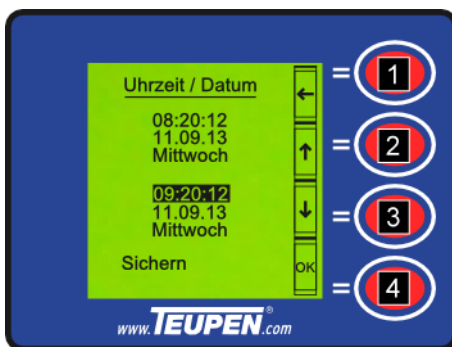

Abb. 73: Uhrzeit Setup
1. Mit den [Funktionstasten] (Abb. 73/2 und 3) die gewünschte Einstellung auswählen.
2. Mit der [Funktionstaste] (Abb. 73/4) die ausgewählte Einstellung bestätigen.
3. Mit der [Funktionstaste] (Abb. 73/2) den Wert der gewünschten Einstellung erhöhen.
Mit der [Funktionstaste] (Abb. 73/3) den Wert der gewünschten Einstellung verringern.
4. Mit der [Funktionstaste] (Abb. 73/4) den Wert bestätigen.